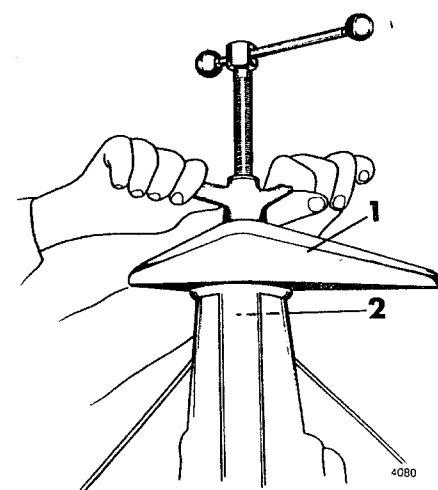
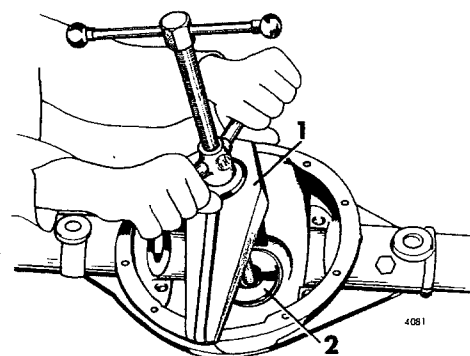

Fig 11-12. Demontering av yttre lagrets yttre lagerbana
Fig 11-13. Demontering av inre lagrets yttre lagerbana
12. Om yttre lagerbanorna för pinjongens lager behöver bytas dras dessa ur med en avdragare och lämpliga avdragarkonor. För yttre lagrets ytterbana se fig 11-12 och för inre lagrets ytterbana se fig 11-13. Ta vara på de justermellanlägg som är placerade vid inre lagret.